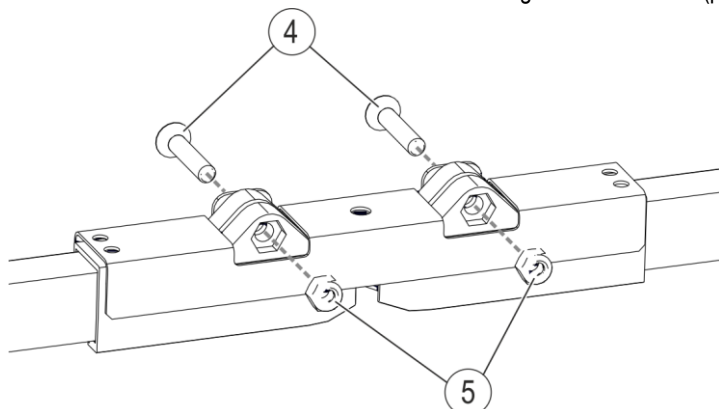

Fig. 100 : Monter une tôle pour une coupe dans l'air
- Serrer la tôle pour la coupe dans l'air (pos. 2) au moyen de vis à tête fraisée DIN 7991 M6x30-A2 (pos. 4) avec une clé à fourche de 10 et monter les écrous de blocage DIN 985 M6-A4 (pos. 5) sur les embouts finaux (voir Fig. 100).